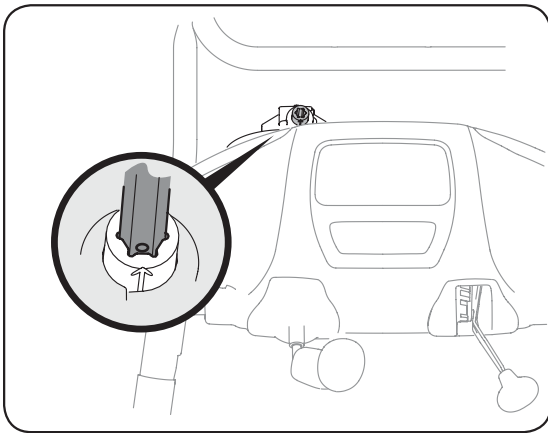
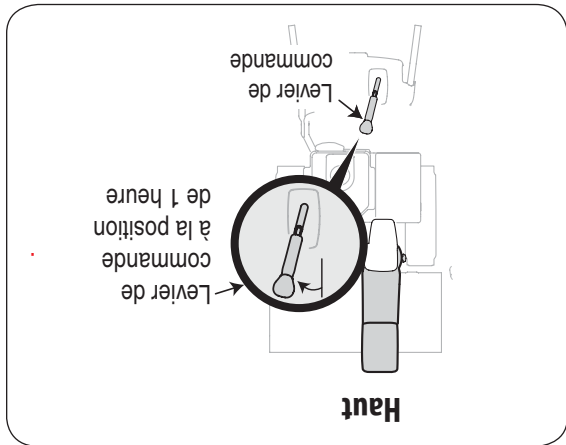

Figure 3-7
Figure 3-6
5. Pivotez le levier de commande jusqu'à la position de 1 heure (voir la Figure 3-6) pour que la flèche indicateur en argent sur le pignon soit placée vers le haut (voir la Figure 3-7).